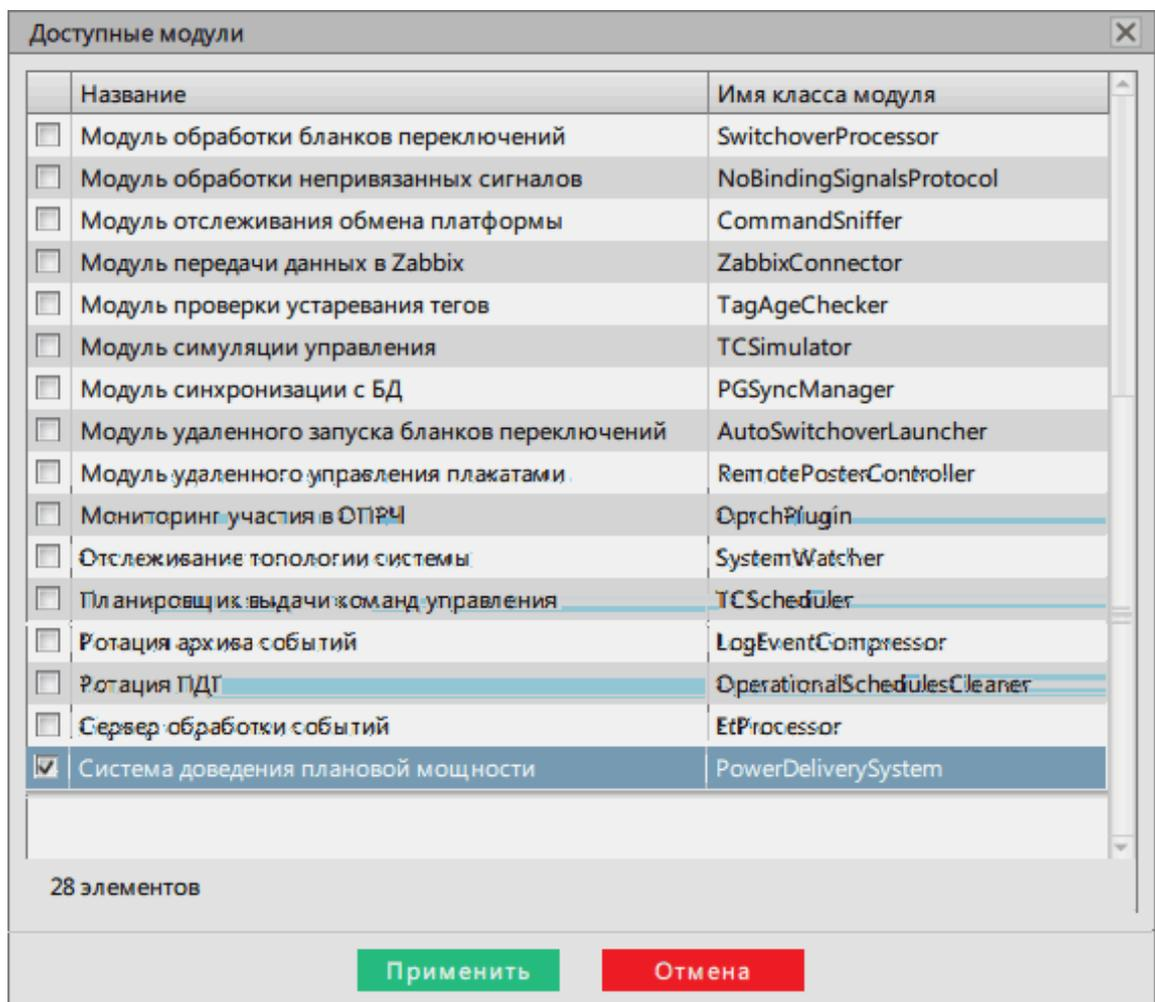

Рисунок 455 - Система доведения плановой мощности
6. Перейдите на вкладку **Настройки узла** и внутри в сервисных узлах (*Redkit\_System\_Service* или *Redkit\_Master* и *Redkit\_Slave*, в зависимости от типа конфигурации) добавьте модуль **Система доведения плановой мощности** (Рисунок 455).